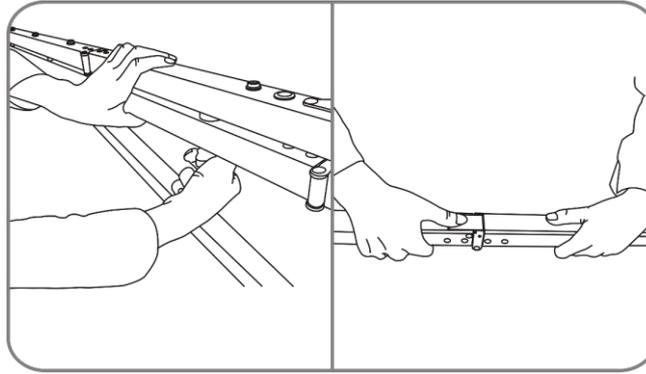

Abb. 18
- 04) Entfernen Sie die Sicherungsschrauben an den Beinen und nehmen Sie die Beine ab (Abb. 18). Lösen Sie die Gelenkverriegelungen und legen Sie die Beine zusammen.